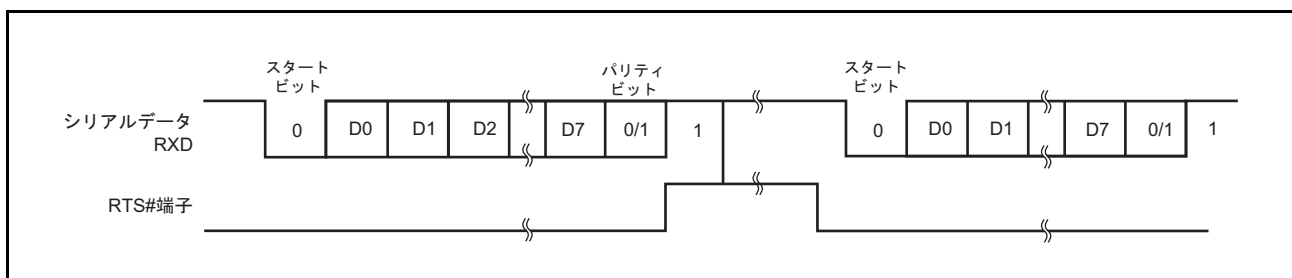

図 33.10 モデムコントロールを使用した動作例 (RTS#)
5. モデムコントロールが有効の場合、FRDR レジスタに空きがあることを示す RTS# 信号を出力します。RTS# 端子が Low のときは受信可能です。RTS# 端子が High のときは FRDR レジスタのデータが RTS# 出力アクティブトリガ設定数以上となり、FRDR レジスタに余裕ができるまで次データの送信を待って欲しい状態であることを示します。モデムコントロール使用時の動作例を例を図 33.10 に示します。